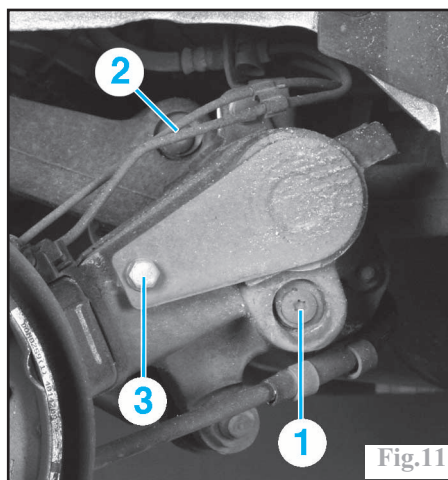

Fig.11
Déposer la vis de fixation (1) pour la barre de torsion droite ou (2) pour la barre de torsion gauche (Fig.11) puis récupérer la rondelle.
Déposer la vis de bridage (3) (Fig.11) de la barre stabilisatrice.